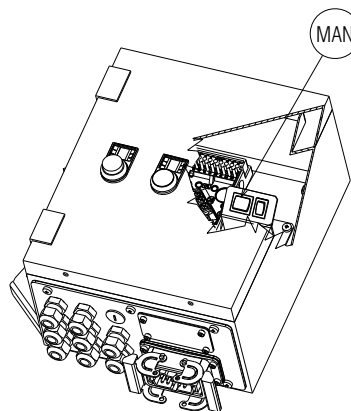

图 23
- 当温度启停开关 (TL) 闭合时，燃烧器开始启动周期。
5.3.3 升级版控制面板 (U)
- 关闭远程控制，将开关 (图 23) 置于手动 ("MAN") 位置。
- 如果有电压存在，应立即将燃烧器停机并检查电气连接。当温度启停开关 (TL) 闭合时，燃烧器开始启动周期。